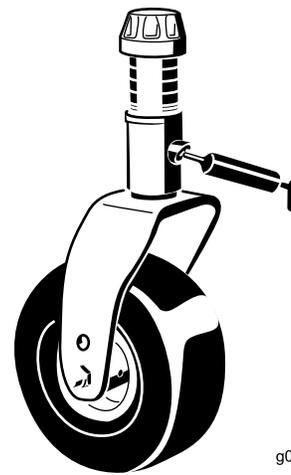

Figura 42
- Casquilhos do eixo da forquilha da roda giratória (2) (Figura 42)